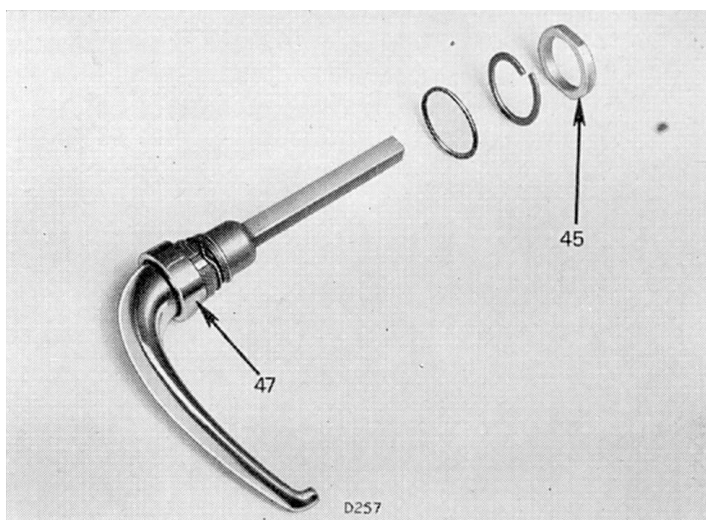

Fig. 33. Poignée de fermeture de portière (Spitfire 4)
- (c) (Portière passager seulement). Dévisser le gros écrou (45) (Fig. 33), accessible par l'intérieur de la portière.